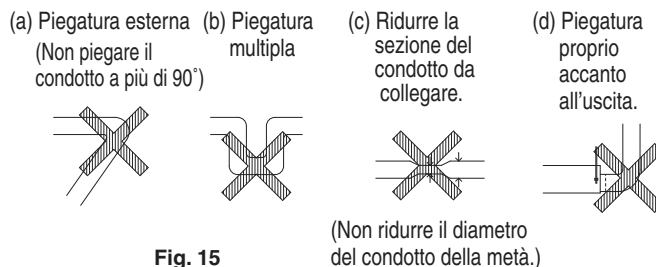

Fig. 15
- Non collegare i condotti come mostrato nella Fig. 15.